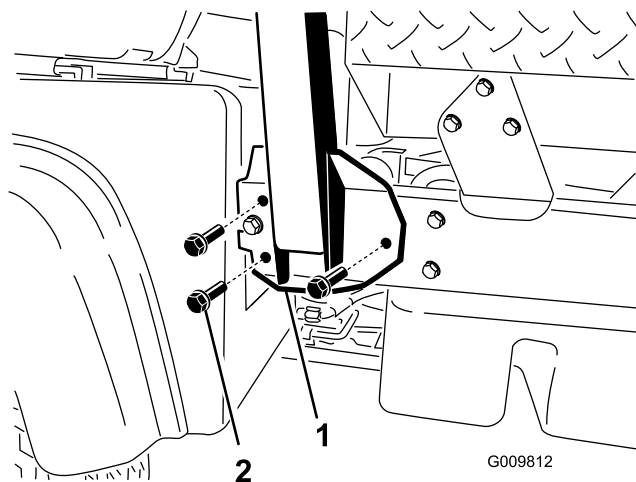

Figura 6
2. Alinee cada lado de la barra antivuelco con los taladros de montaje de cada lado del bastidor de la máquina (Figura 6).
pernos con arandela prensada (1/2" x 1 1/4") en cada lado (Figura 6).